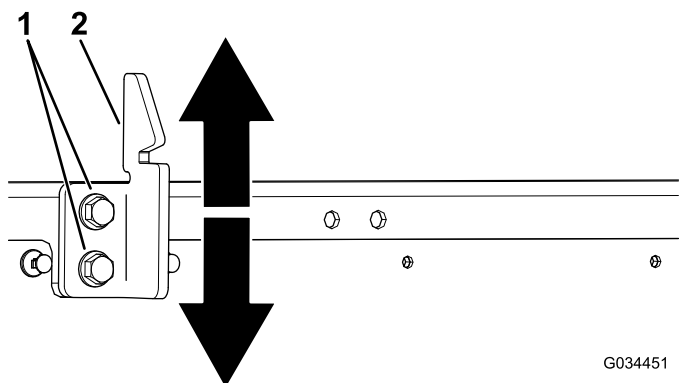

Рисунок 9
4. Ослабьте 2 болта на ударном выступе защелки кузова и переместите ударный выступ вверх или вниз, если он расположен слишком низко или слишком высоко (Рисунок 9).
5. Затяните 2 болта на ударном выступе защелки кузова (Рисунок 9).